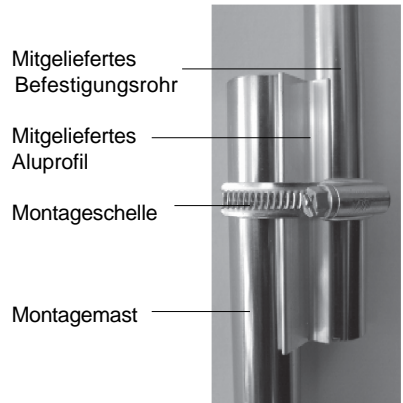

Bild 2a
- Legen Sie das kurze Befestigungsrohr des Sensors an die andere Seite des Aluprofils (im Bild 2a oben an die rechte Seite) und ziehen Sie die Schlauchschelle mit einem Schraubendreher fest zusammen.